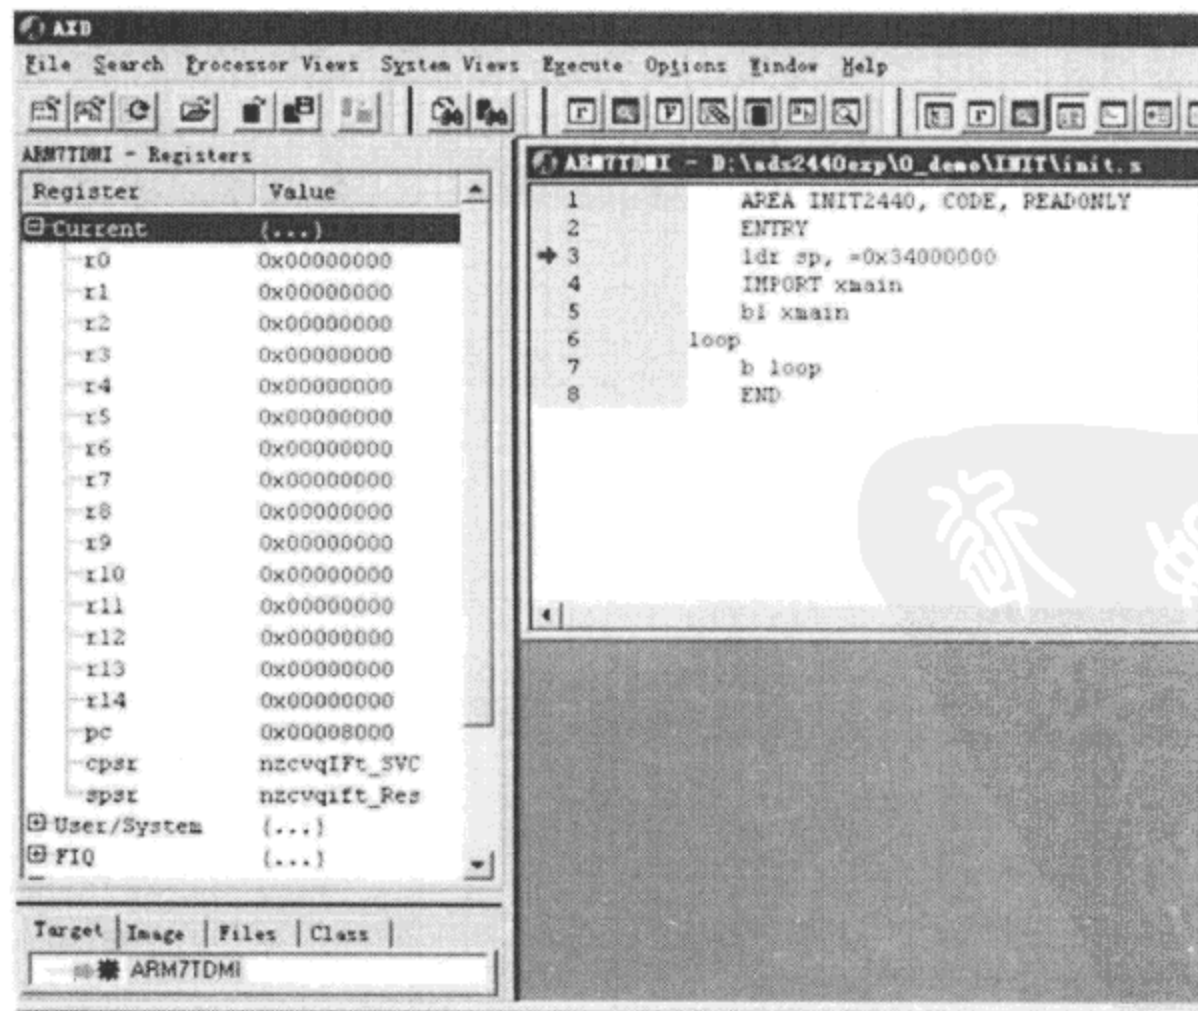

图 1-26 查看 CPU 寄存器
(4) 展开 Current,可发现当前模式处于 SVC 模式,并可查看当前模式下 CPU 的各个寄存器的值,如图 1-26 所示,例如 r13=0,pc=0x8000。